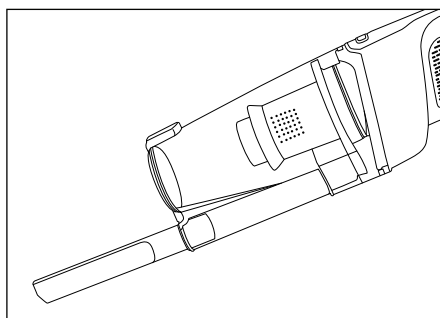

Fig. 5
5. Remplacer la suceur pour sol avec le suceur plat pour nettoyer les plinthes, les plafonds et les petits espaces (Fig. 5).